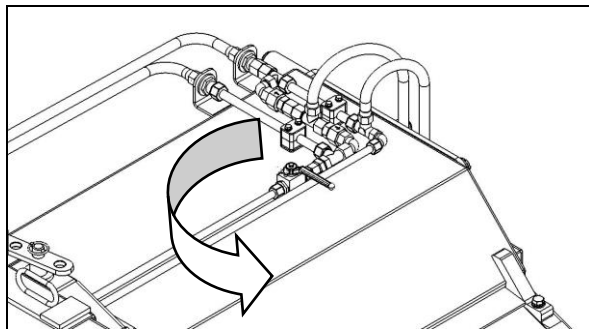

Fig. 4.10
- ainsi que vers le vérin hydraulique du bac de ramassage (fig. 4.10).